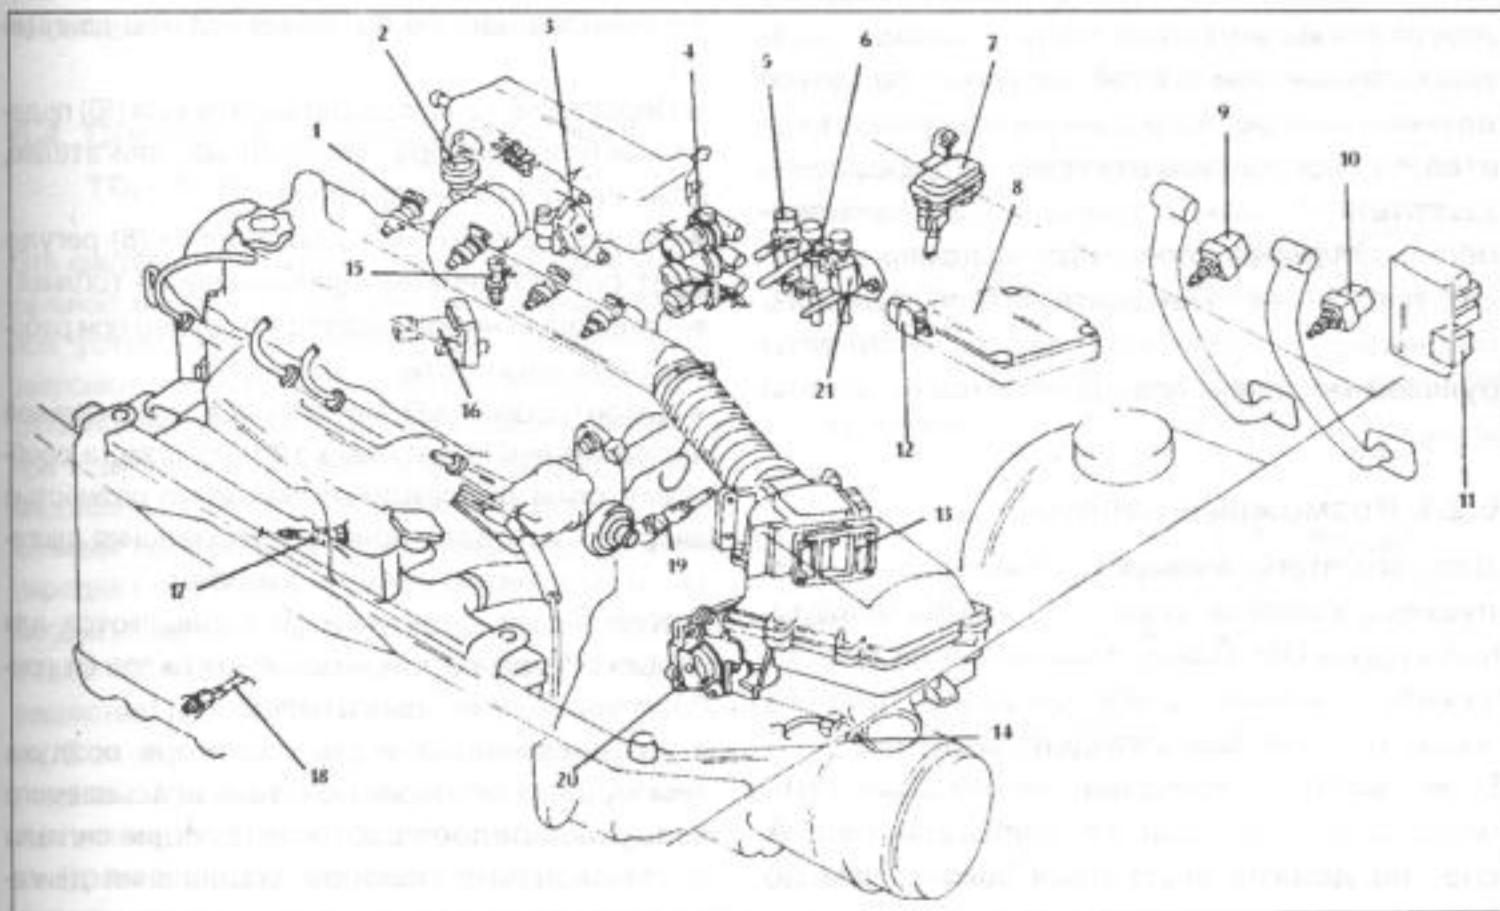

Рис.139.
Детали применяемой у 2,0-литрового двигателя системы питания показаны на рис.139. Управление системой осуществляется с помощью электроники, и на этом основании должны проводиться только те работы, которые описаны на следующих страницах.
Для того, чтобы проверить режим работы воздушного клапана, нужно одетый на воздушный клапан (16) шланг, показанный на рис.139, зажать щипцами (шланг обернуть тряпкой), после того как был запущен двигатель. Если двигатель холодный, нужно ограничить число оборотов, если же двигатель теплый, оно не должно опускаться больше чем до 200 об/мин.
Эта система подает к форсункам требующийся для сгорания бензин при постоянном давлении. Топливо дозируется во впускном коллекторе и впрыскивается в соответствии с сигналами управления впрыском. Топливный насос, топливный фильтр, питающий трубопровод, пульсирующий амортизатор, регулятор давления, форсунки, переключатель топливного насоса (встроен в расходомер воздуха) и реле системы являются другими частями этого участка установки. Топливный насос находится в баке. Форсунки непосредственно через главное реле снабжаются током. Последующее описание служит лучшему пониманию рабочего процесса (см. рис.139).
- Запустить двигатель и отсоединить клеммы реле (11) на рис.139 (вынуть штекер).